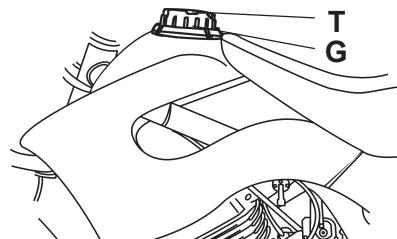

Fig. 2
Per introdurre il carburante nel serbatoio (vedi fig. 2) occorre rimuovere il tappo (Rif. T) svitandolo.
! La ghiera (fig.2 - Rif. G) è un elemento di sicurezza. Assicurarsi che sia correttamente riposizionata ogni volta che si rimonta il tappo.
Um Kraftstoff in den Tank einzufüllen zu können (siehe Abb. 2), muß der Verschluß (T) aufgeschräubt und entfernt werden.
! Die Zwinge (Abb. 2 – G) ist ein Sicherheitselement. Jedesmal, wenn der Deckel montiert wird kontrollieren, dass Sie korrekt positioniert ist.
To refuel the tank (see fig.2), remove the plug (Ref. T) by unscrewing it.
! The ring nut (fig. 2 - ref. G) is a safety component. Make sure it is correctly repositioned every time the cap is fitted.
Pour introduire le carburant dans le réservoir (voir fig. 2), il est nécessaire d'enlever le bouchon (Réf. T) en le dévissant.
! La bague (fig. 2 - réf. G) est un élément de sécurité. Vérifier qu'elle a bien été remise en place à chaque fois que l'on remonte le bouchon.
Para introducir el carburante en el depósito (ver fig. 2) hay que quitar el tapón (Ref. T) desenroscándolo.
! La abrazadera (fig. 2 - ref. G) es un elemento de seguridad. Comprobar que esté en la posición correcta cada vez que se coloque el tapón.